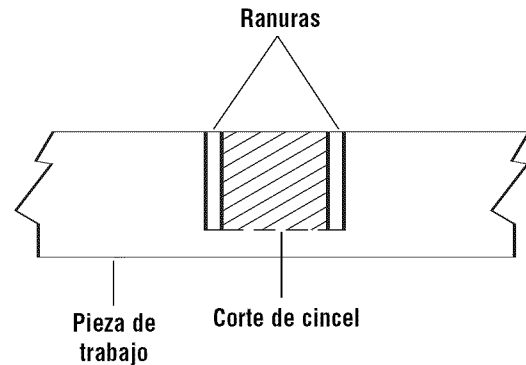

Figura 33a. Ranura cortada de modo basto
5. Use un cincel para madera o haga múltiples pasadas deslizándolo la madera hacia un lado para quitar el material que está entre las ranuras exteriores (Figura 33a).